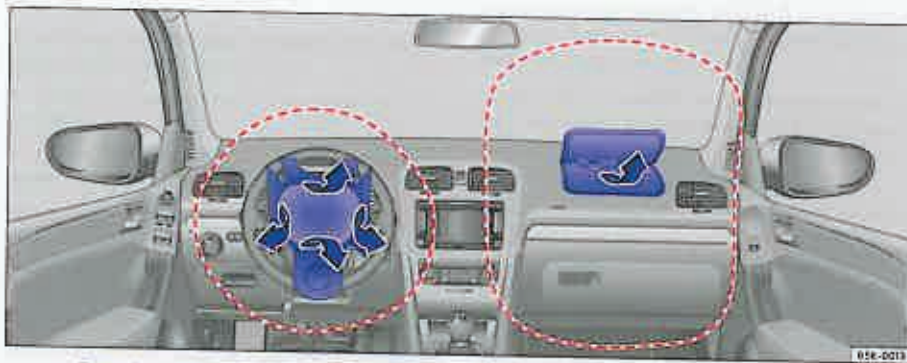

Fig. 26 Zona de acțiune și capotele airbag-urilor la declanșarea airbag-urilor frontale.
Zonele încadrate cu culoarea roșie ⇒ pagina 29, fig. 26¹⁰⁾ sunt acoperite de airbag-urile frontale la declanșare (zona de acțiune). De aceea, în aceste zone, nu trebuie amplasate obiecte ⇒ ⚠. Suportul pentru telefon¹⁰⁾ montat din fabricație nu va fi afectat la declanșarea airbag-urilor frontale.
Capacele de mascare vor sări automat din volan, respectiv din tabloul de bord, în momentul declanșării airbag-urilor frontale ale conducătorului și pasagerului ⇒ pagina 29, fig. 26". Capacele de mascare rămân atașate de volan, respectiv de bord.
- De asemenea, pe capacul de mascare a modulelor airbag nu trebuie fixate obiecte ca de ex. suporturi de pahare, suporturi de telefon ⇒ pagina 29, fig. 26".